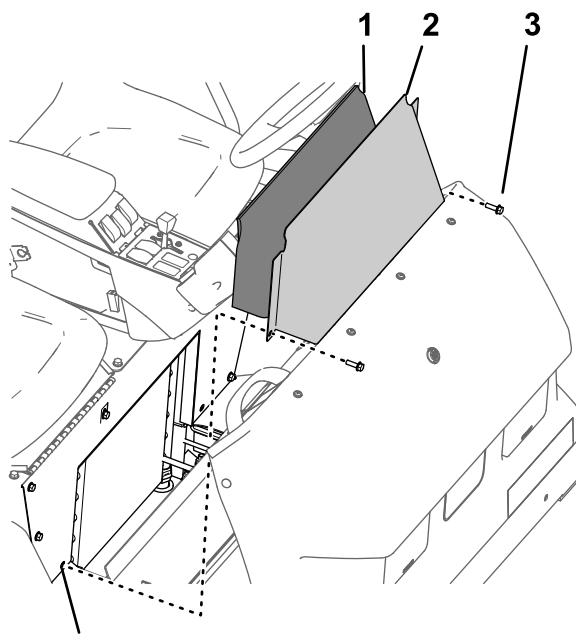

図 43
- シートベースアクセスパネルを座席ベースに固定しているフランジヘッドボルト2本を取り外す図 43。
- 機体から座席ベースカバーとアコースティックパネルを外す図 43。
- シートベースにあるシートベースアクセスカバー用の穴にアコースティックパネルを合わせる図 43。
- シートベースアクセスカバーの穴を座席ベースの穴に合わせる図 43。
- 座席ベースをアクセスカバーを座席ベースに固定するフランジヘッドボルト2本図 43 シートベースアクセスパネルを外す(ページ 38), 1で外したものを使用する。